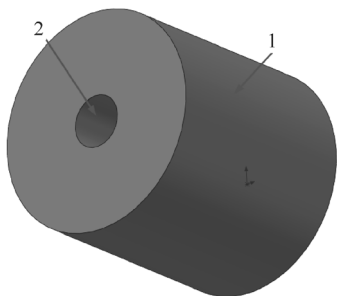
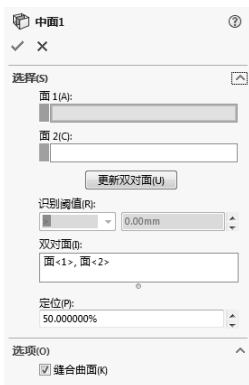

图 9-53 打开的文件实体
图 9-54 “中面”属性管理器
2) 在“面 1”列表框中,单击选择图 9-53 所示的面 1;在“面 2”列表框中,单击选择图 9-53 所示的面 2;在“定位”文本框中输入“50”,“中面”属性管理器设置如图 9-54 所示。